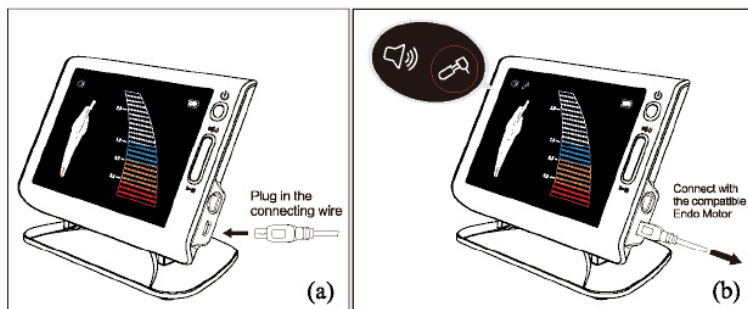

Imagen 10
3.3.1 Enchufe un extremo de la línea USB en la toma USB en el lado derecho del dispositivo y conecte el otro extremo con un motor Endo compatible como se muestra en la Imagen 10 (a). No hay diferencia entre esos dos extremos.
Como se muestra en la Imagen 10 (b), cuando el ícono de Contra-ángulo está encendido, el dispositivo y Endo Motor pueden comunicarse normalmente, de modo que la función 2 en 1 se puede realizar en Endo Motor.